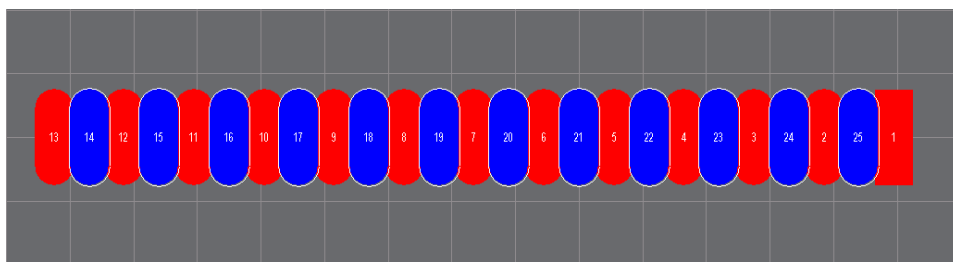

图 10.23 “Botton”层布置的焊盘
(14) 单击工作区下方的“Botton Layer”层标签, 选择底层“Botton Layer”为当前编辑层。
(15) 单击工具栏中的布置焊盘工具按钮, 依次在工作区坐标为(-605, -300)、(-495, -300)、(-385, -300)、(-275, -300)、(-165, -300)、(-55, -300)、(55, -300)、(165, -300)、(275, -300)、(385, -300)、(495, -300) 和 (605, -300) 共 12 个点上单击鼠标左键, 布置如图 10.23 所示的编号为“14”~“25”的 12 个焊盘, 布置完成后, 单击鼠标右键, 结束“Botton Layer”上的焊盘布置操作。